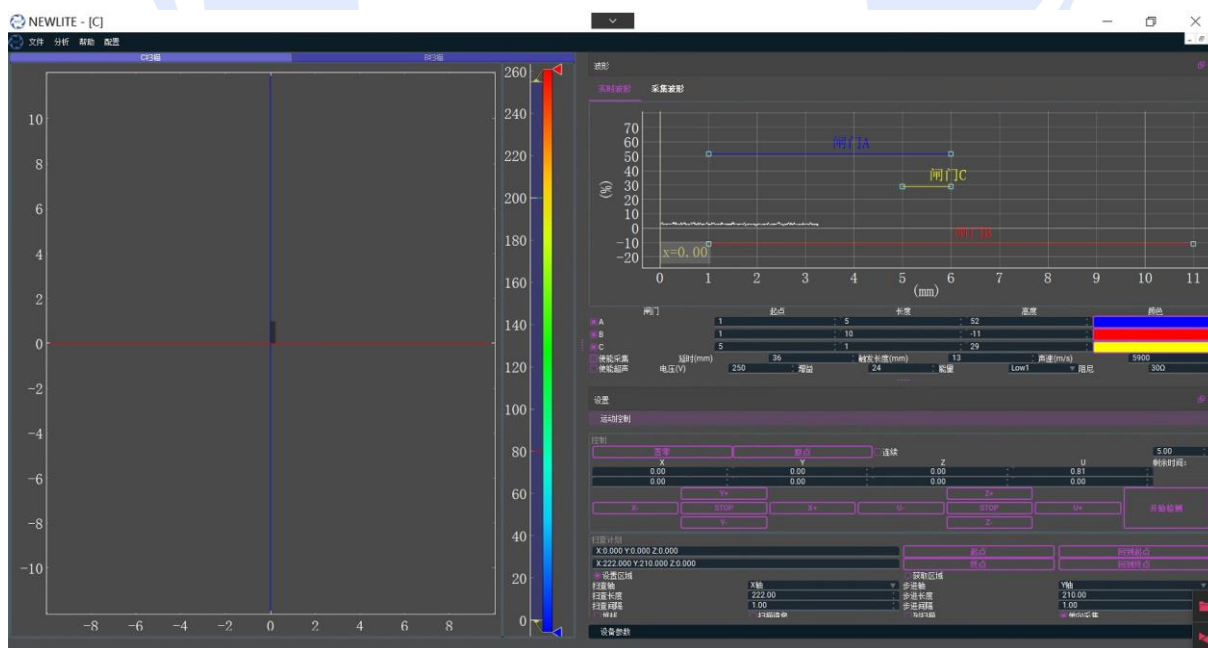

图 6 软件主界面
6) 待计算机启动后，双击桌面上的软件 UTC-W20 图标，启动后的软件界面如图 6 所示。